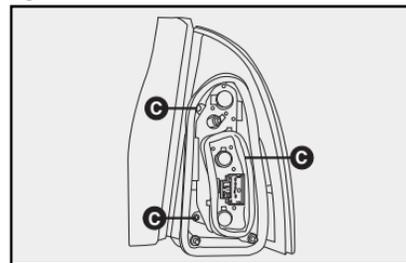

fig. 42
4) quite los tornillos **C-fig. 42** y saque el conjunto de lámparas;